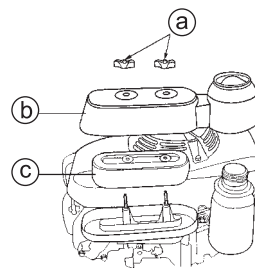

Fig. 29
9.5 Filtro de ar (veja a fig. 29)